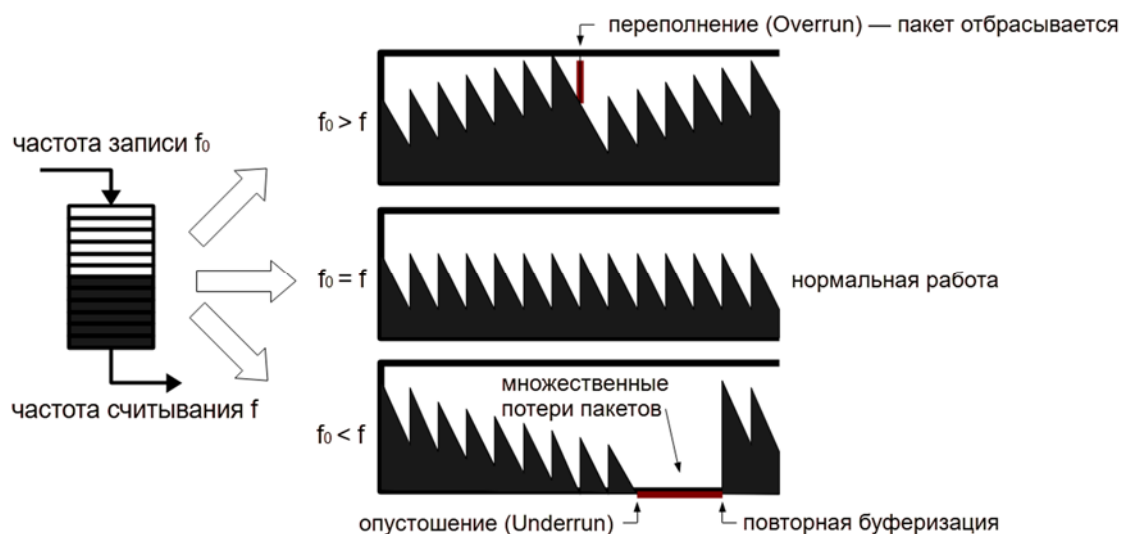

Рис. 5.7 Ошибки переполнения/опустошения буфера
- ошибки переполнения/опустошения буфера (см. рисунок 5.7);